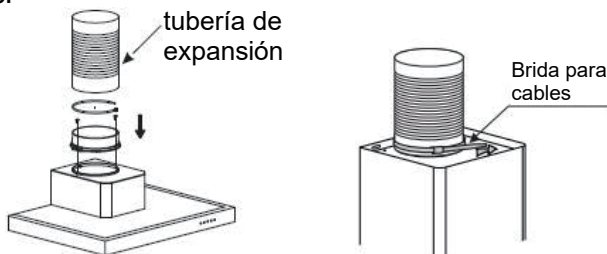

Imagen 3
- Utilice 2 tornillos (4x8 mm) para fijar la salida en la parte superior del electrodoméstico y, a continuación, fije la tubería de expansión a la salida con una brida para cables. Consulte la imagen 3. **Nota: La tubería de expansión no está incluida con el producto.**